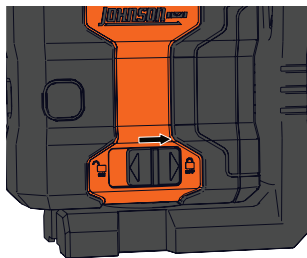

Figura 13
2. Deslice el compensador de bloqueo hacia la derecha a la posición bloqueada (APAGADO)  para apagar la unidad. (Figura 13)